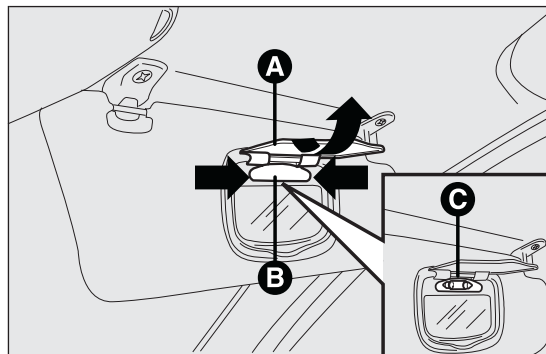

fig. 163
- ☐ abrir la tapa A fig. 163 del espejo;